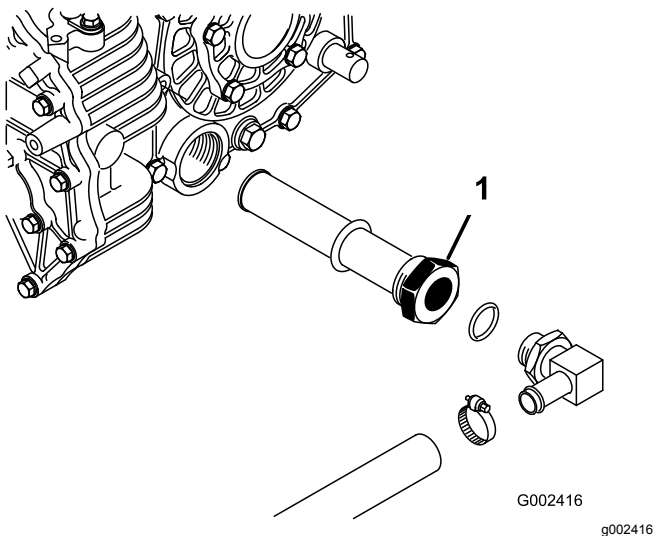

Figure 70
5. Notez l'orientation du flexible hydraulique et du raccord à 90° raccordé à la crépine sur le côté du réservoir (Figure 70).